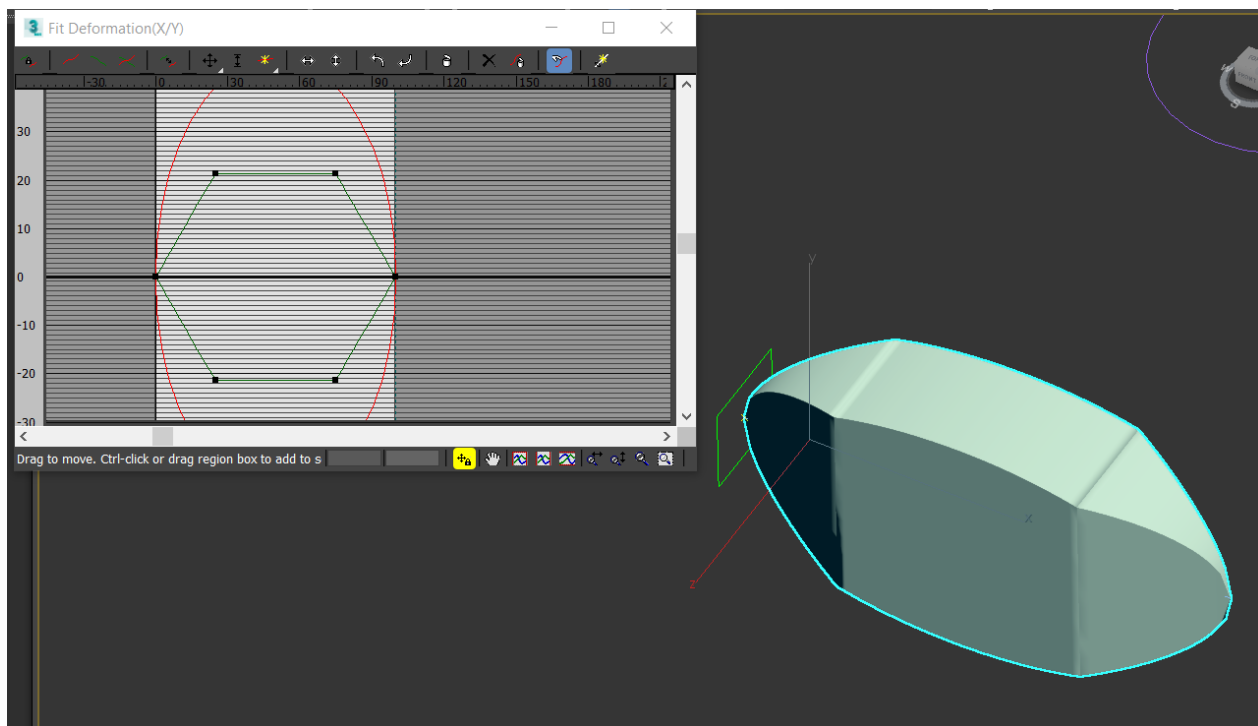

Рисунок 114 – Деформация подгонка (Fit)
- Деформация **Подгонка (Fit)** – данный вид деформации предлагает использовать для формирования формы геометрического объекта по осям X и Y дополнительные формы, что существенно расширяет возможности моделирования (рис. 114).